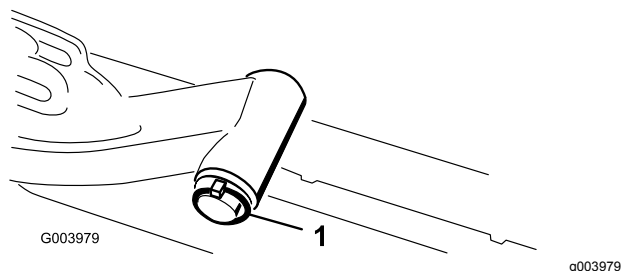

Рисунок 9
A. Снимите шплинт и шайбу, которые крепят ось поворота подъемного рычага к подъемному рычагу, и снимите ось поворота с подъемного рычага (Рисунок 9).
C. Вставьте ось поворота подъемного рычага в подъемный рычаг и зафиксируйте шайбой и шплинтом (Рисунок 9).